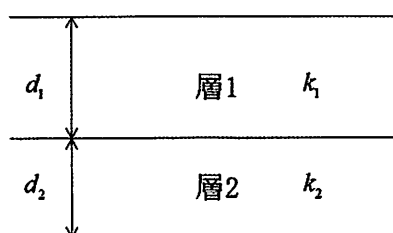

図 1
- 図 1 に示す水平成層地盤が単一の層からなると見做したときの巨視的な透水係数に関する以下の問いに答えよ。ただし、 d_1 と d_2 は各層の層厚であり、 k_1 と k_2 は各層の透水係数である。